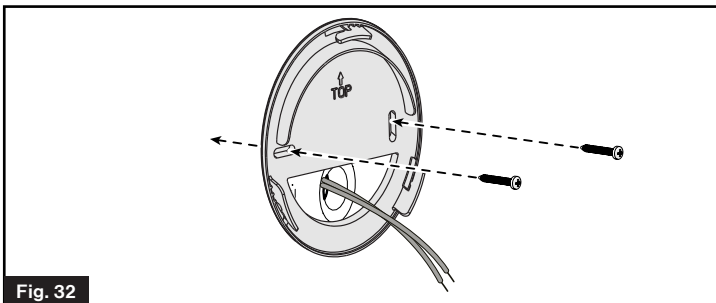

Fig. 32
1. Instale la cubierta trasera del controlador de pared sobre el agujero de 3/4". Asegúrese de que la marca de la flecha esté mirando hacia arriba. Fije la cubierta posterior en la pared con 2 tornillos de cabeza plana Nro. 8 (min 1") (no se proporcionan). (Fig. 32)